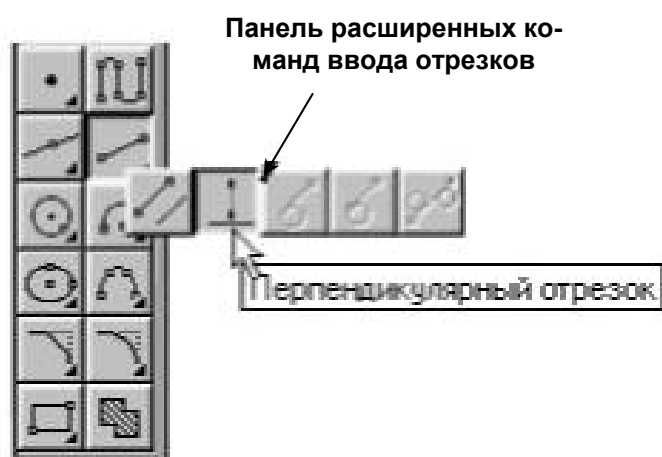

Рис. 1.9. Выбор типа отрезка при помощи Панели расширенных команд
7.2. **Вспомогательные линии.** Горизонтальные, вертикальные, параллельные, перпендикулярные вспомогательные линии задаются на панели инструментов. Для задания нужного типа вспомогательной линии необходимо щелкнуть мышью на кнопке Ввод вспомогательной линии и не отпускать ее. Через короткий промежуток времени раскроется Панель расширенных команд. Затем щелкнуть клавишей мыши по кнопке соответствующей нужному типу вспомогательной линии (рис. 1.9).
Для построения параллельных или перпендикулярных отрезков щелкнуть клавишей мыши по нужной кнопке, указать отрезок-«мишень» и построить указанному параллельный (перпендикулярный) отрезок (рис. 1.9).